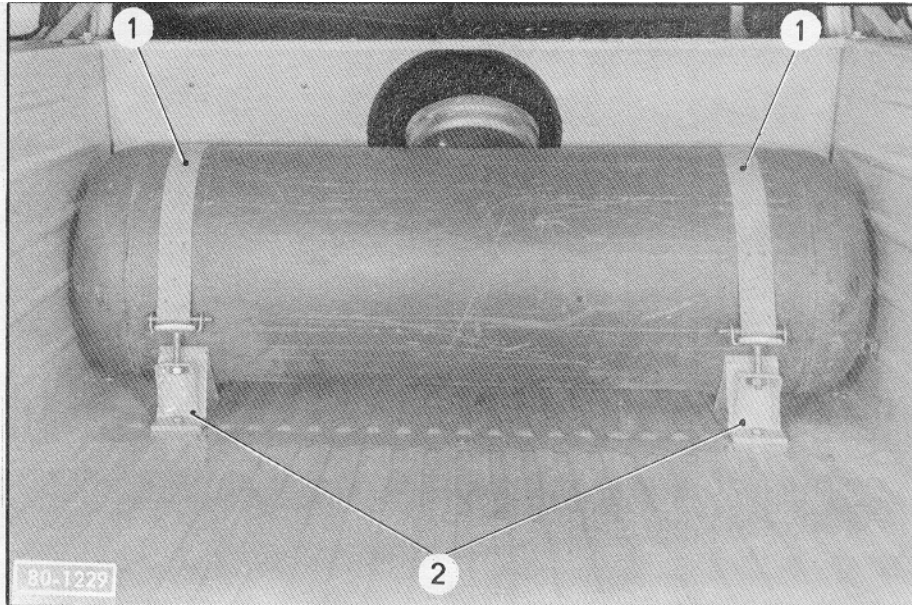

Fig. 1
- Un réservoir (Fig.1) (le réservoir d'essence est supprimé).
Réservoir (Fig.1) :